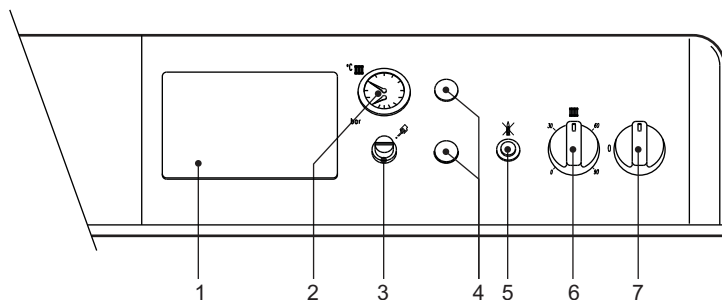

fig. 1 - Panel de mandos
- Poner el interruptor de la caldera "7" en la posición 1 (fig. 1).
- Si la caldera está equipada con una centralita electrónica termostática, montada en la posición 1 de la fig. 1, respetar también las instrucciones del fabricante de la centralita.
Si el mando 6 de la fig. 1 se gira en sentido horario, la temperatura del agua de la calefacción aumenta; en el sentido contrario, disminuye. La temperatura puede regularse entre 30 °C y 90 °C. Se aconseja no hacer funcionar la caldera a menos de 45 °C.
Programar con el termostato de ambiente la temperatura que se desee tener en el interior de la vivienda. La caldera se enciende controlada por el termostato de ambiente y calienta el agua de calefacción a la temperatura ajustada con el termostato 6 de la fig. 1. Cuando se alcanza la temperatura ambiente deseada, el generador se apaga.
La presión de carga con la instalación fría, leída en el hidrómetro de la caldera 2 fig. 1, tiene que estar alrededor de 1,0 bar. Si la presión de la instalación disminuye durante el funcionamiento (debido a la evaporación de los gases disueltos en el agua) por debajo del valor citado, el usuario ha de restablecer el valor inicial mediante la llave de llenado. Al finalizar la operación, cerrar siempre la llave de llenado.